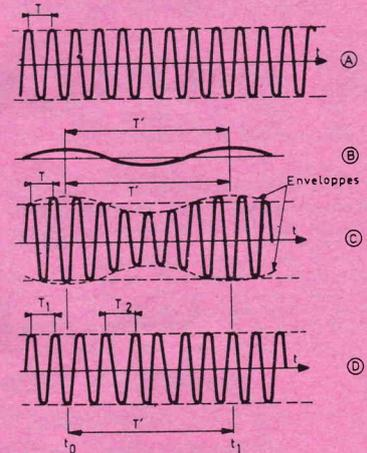

FIG. 2
Sans modulation, l'oscillateur O fournit à la sortie un signal HF sinusoïdal comme celui de la figure 2(A) : en ordonnées, l'amplitude, en abscisses, le temps t. La période de ce signal est T et, par conséquent, la fréquence  $f_h$  est égale à  $1/T$ . On a toujours  $f_h T = 1$ . Le signal BF ou VF peut avoir n'importe quelle forme autrement dit, l'amplitude peut varier en fonction du temps, de n'importe quelle manière selon la nature de l'information transmise.
On peut représenter un signal modulant sinusoïdal comme celui de (B) figure 2.
En (D) figure 2 on montre le signal (A) modulé en fréquence par le signal B. Dans le signal HF modulé en amplitude, signal (C) les écartements de la sinusoïde sont toujours égaux, car la période en HF est constante et égale à T, mais l'amplitude maximum (sommets) varie comme celle du signal BF.
Lorsque le signal (B) doit moduler le signal (A), en fréquence, l'amplitude du signal obtenu, représenté en (D), figure 2, est constante.
Sur l'antenne le signal a la forme C ou D (voir figure 2) selon que le signal HF capté est à modulation
Le détecteur « Det », comme il sera expliqué plus loin, a pour mission de démoduler le signal HF pour en extraire le signal modulant (B). Il en résulte qu'à la sortie du détecteur (ou détectrice) le signal a la forme B, c'est-à-dire une forme quelconque comme on l'a précisé plus haut dont un cas particulier est la forme sinusoïdale de la figure 2.
Le signal (A) (figure 2), HF non modulé, est à la fréquence  $f_h = 200$  MHz. Le signal modulant (B) réel peut être considéré comme une somme d'un grand nombre de signaux sinusoïdaux de fréquences différentes :  $f_{b1}, f_{b2} \dots f_{bn}$  de valeur
Le signal appliqué a la forme (C) figure 2 et le signal fourni à la forme (B) par exemple. Un montage de détecteur AM à diode est donné par le schéma de la figure 5A dans lequel la diode D est montée avec l'anode A vers l'entrée et la cathode K vers la sortie.